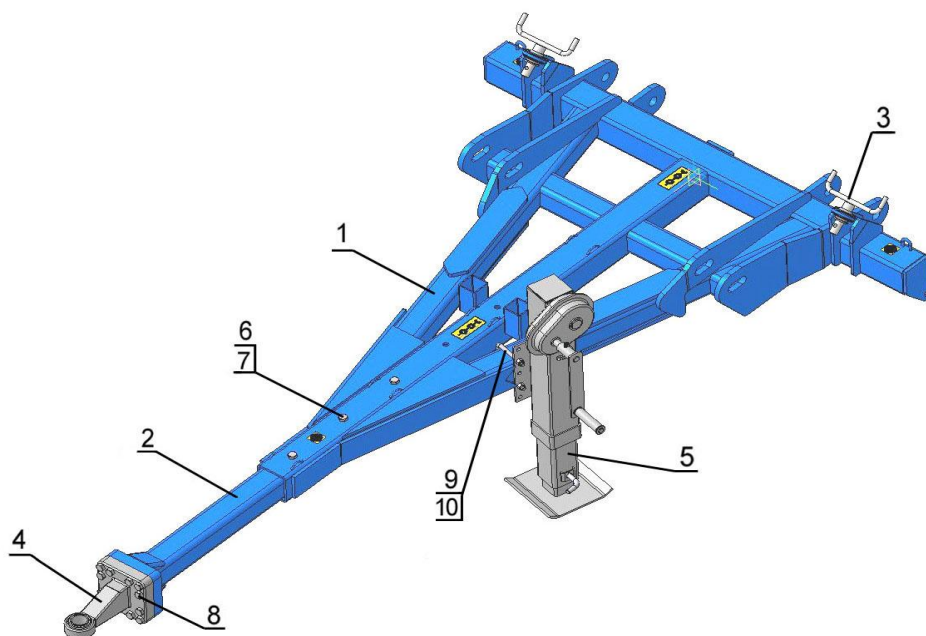

Рисунок 15 – Сница в сборе КПУ 9.03.000
3.17 В кронштейны центральной рамы с помощью систем без зазорного крепления LOCKPIN устанавливается сница поз. 1 (рисунок 15, таблица 18).